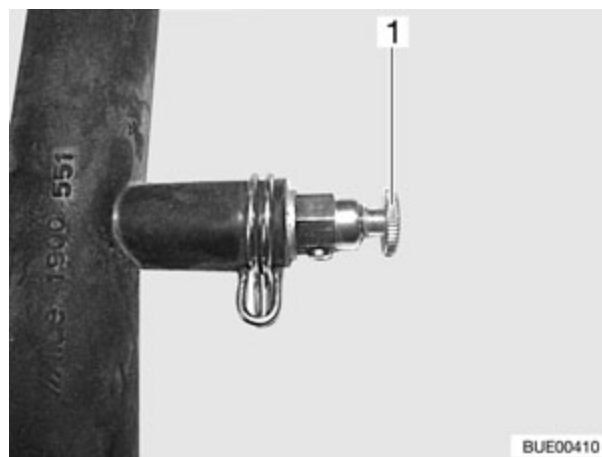

Fig. 156 Soupape de purge pour le chauffage à eau chaude
- Ouvrir la soupape de purge (Fig. 156,1) et la laisser ouverte, jusqu'à ce l'air soit complètement évacué du circuit.